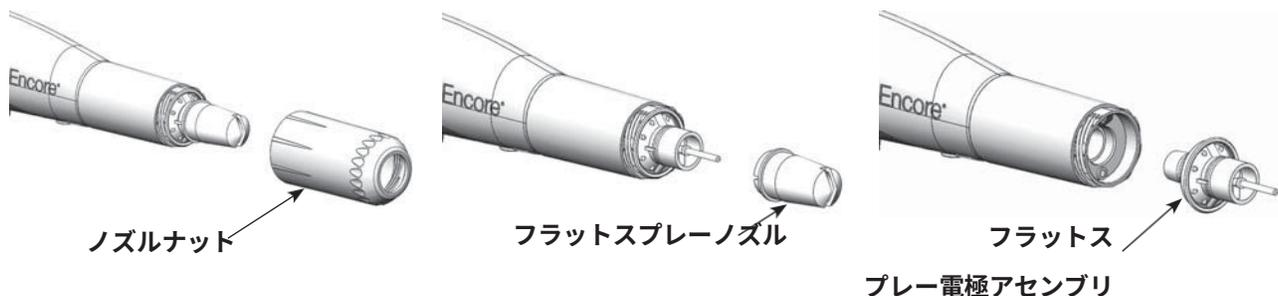

図 6 フラットスプレーノズルの交換
2. 図6をご参照ください。ノズル・ナットを反時計回りに緩めます。